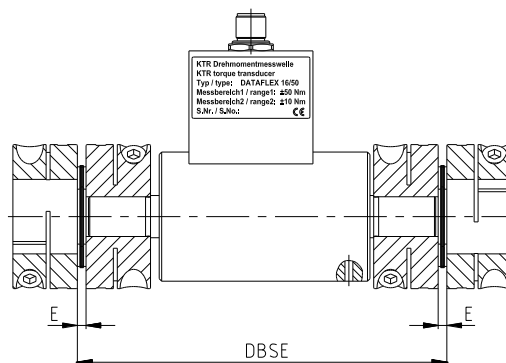

Fig. 8 : Alignement sur la mesure E et DBSE
- Déplacer la machine d'entraînement et de sortie en sens axial jusqu'à ce que la cote E et/ou DBSE soit atteinte. Si les ensembles sont déjà fixés, déplacer les moyeux sur les arbres pour régler la cote E et/ou DBSE (voir fig. 8).